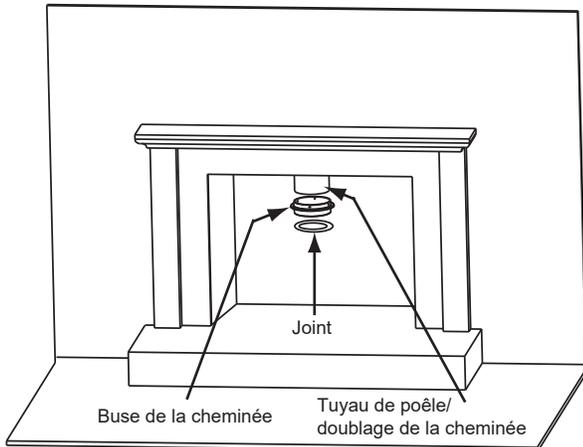

Figure 19.1
1. Il y a 4 trous pré-perçés dans la buse séparés de 90 degrés. Attachez la buse au conduit/doublage du poêle. Si le joint n'est pas en bon état, utilisez du scellant pour hautes températures **Figure 19.1**.